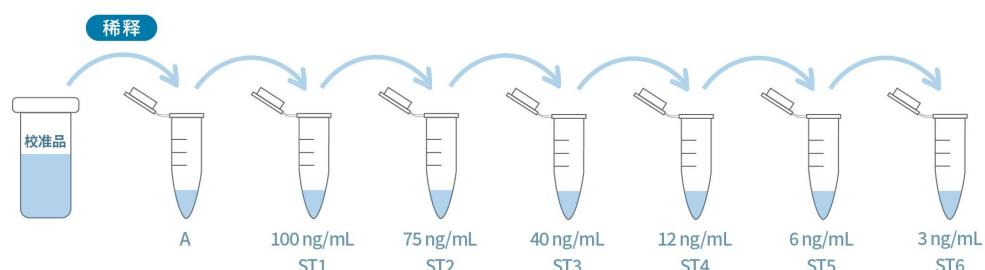

图 3 校准品稀释操作示例
4. 校准曲线配制：参照图 3 和表 2 对校准品进行梯度稀释。